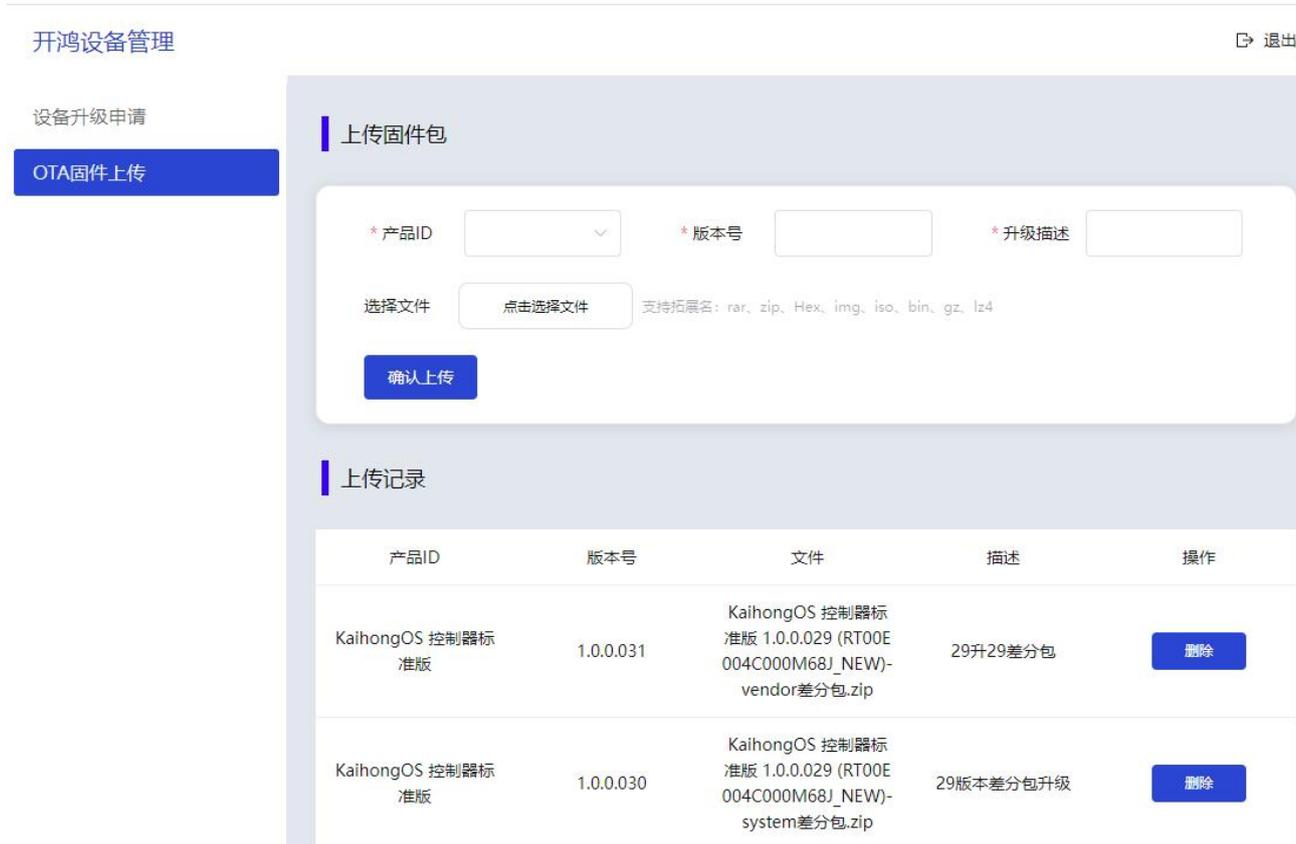

图 4-2 OTA 固件上传
1. 在左侧导航栏选择“OTA 固件上传”，界面显示如图 4-2 所示。